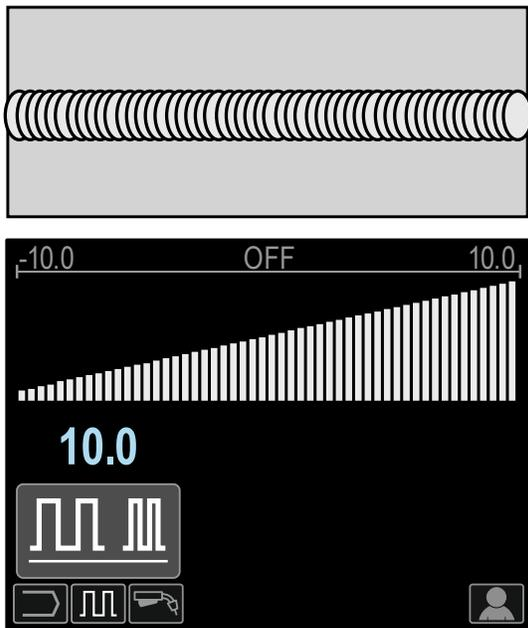

Figura 83
- Frecuencia mayor de 0,0 – Soldadura estrecha y espaciamiento del rizo, velocidad de desplazamiento rápida. La Figura 83 muestra el espaciamiento de la soldadura cuando la frecuencia es "+10".